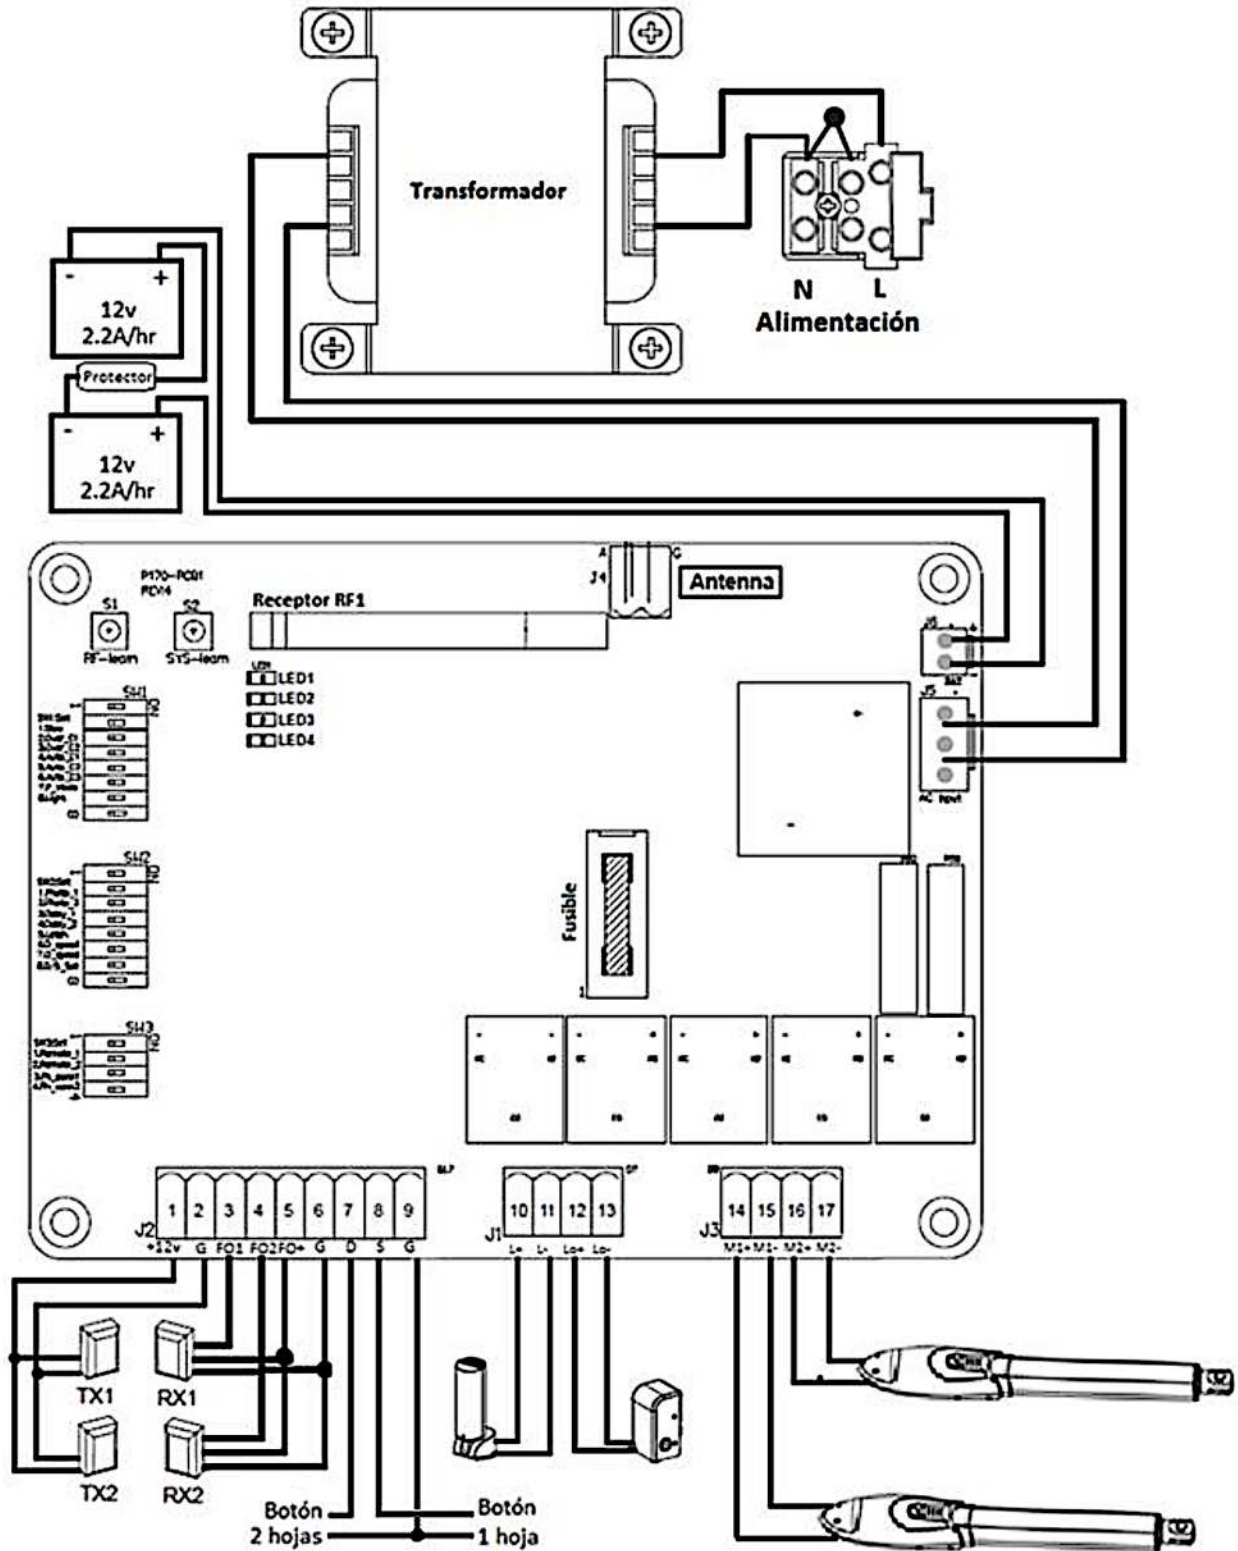

Figura 29
Prepare todos los cables de los accesorios de antemano y conecte los cables a los motores y accesorios como se muestra en la Figura 29.
7. Cerradura eléctrica (24vdc): Conecte los dos cables a la terminal Lo + y Lo- Figura 29.
9. Fococélulas: **Vea la Figura 29**